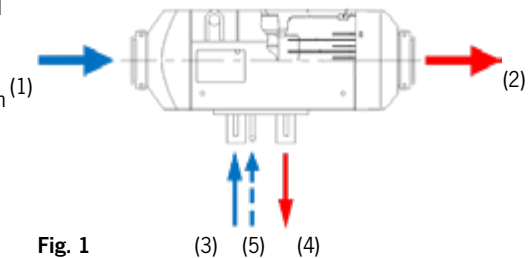
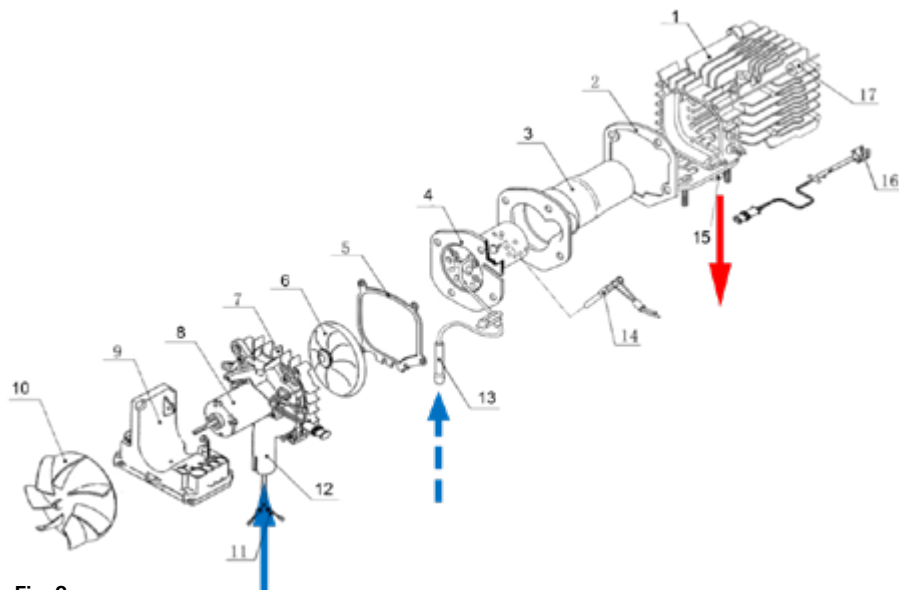
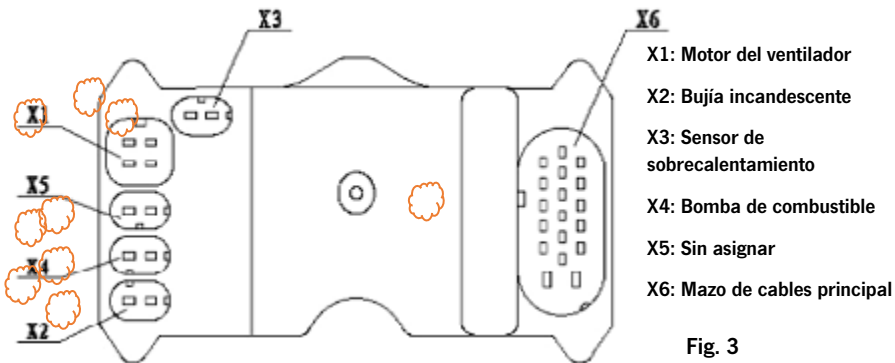

Fig. 1
Fig. 2
Fig. 3
El aire frío es aspirado hacia este paso por el impulsor [Fig. 1 (1)] [Página 80 Fig. 2 (10)]. Después de pasar por el intercambiador de calor, el aire caliente es expulsado [Fig. 1 (2)].
Para el proceso de combustión, el calentador debe recibir combustible y aire fresco. El combustible entra en el quemador a través de la entrada del tubo de combustible [Fig. 1 (5)] [Página 80 Fig. 2 (13)] y se enciende mediante la bujía incandescente [Página 80 Fig. 2 (14)] tras su atomización. La llama entra en el espacio entre las paredes del quemador [Página 80 Fig. 2 (4)] y la cámara de combustión [Página 80 Fig. 2 (3)] en la parte trasera del quemador.
El suministro de aire de combustión se realiza a través de la toma de aire [Fig. 1 (3)] [Página 80 Fig. 2 (12)]. El ventilador de aire de suministro interior [Página 80 Fig. 2 (6/8)] impulsa el aire hacia el quemador. Tras la combustión de la mezcla de aire y combustible vaporizado, los gases de escape se descargan a través del tubo de escape [Fig. 1 (4)] [Página 80 Fig. 2 (15)].
El controlador [Página 80 Fig. 2 (9)] está situado en la parte delantera del calentador, detrás del impulsor del ventilador de aire caliente. Sus tareas principales consisten en recopilar todos los datos del calentador (por ejemplo, sensores de temperatura, circuito de accionamiento, frecuencia, velocidad de rotación, tensión, etc.). Basándose en estos datos, el controlador automatiza el proceso de calentamiento, la supervisión del sistema y la gestión de los fallos del sistema.
El sensor de sobrecalentamiento [página 81, fig. 3 (X3)] está instalado en la pared exterior trasera del intercambiador de calor [página 80, fig. 2 (16)]. Si la temperatura del aluminio supera un límite superior definido, el controlador cortará el circuito de la bomba de combustible y se detendrá inmediatamente el suministro de combustible. A continuación, con el fin de proteger contra el sobrecalentamiento, se apagará el calentador.